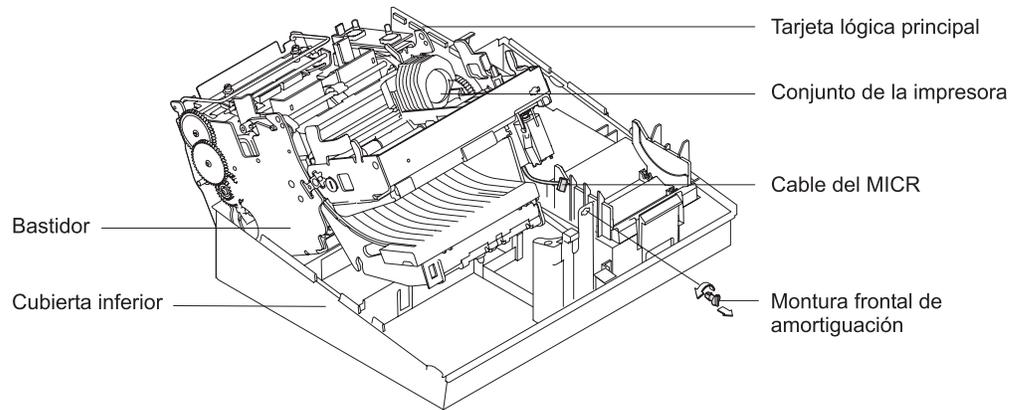
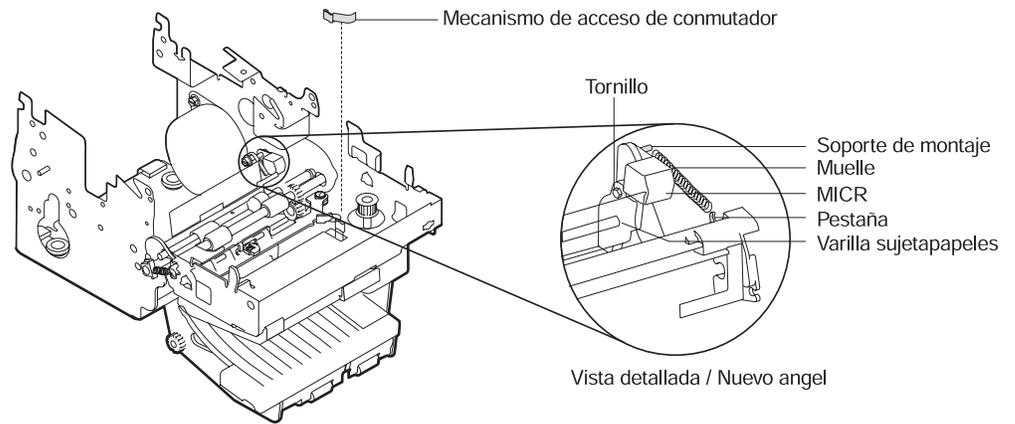

Figura 4-20. Extracción de la montura frontal de amortiguación
Figura 4-21. Extracción del MICR
- “Extracción y sustitución del rodillo de alimentación de inserción de documentos (ID) (modelos con ID)” en la página 4-37
3. Extraiga la montura frontal de amortiguación. Consulte la Figura 4-20 en la página 4-29.
7. Extraiga el soporte del taco de presión, la placa de desgaste y el muelle del sensor. Vaya al apartado “Extracción y sustitución del conjunto del sensor de inserción de documentos (ID) (modelos con ID)” en la página 4-24.
8. Quite el tornillo que fija el MICR al bastidor de la entrada inferior de formularios. Consulte la Figura 4-21 en la página 4-29.
10. Mueva el **MICR** deslizándolo hacia el lado derecho de la impresora hasta que salga del soporte de montaje y extráigalo. Tenga en cuenta el direccionamiento del cable. Consulte la Figura 4-21 en la página 4-29.
- 9. Extraiga el muelle del sensor de inserción de documentos. Vaya al apartado “Extracción y sustitución del conjunto del sensor de inserción de documentos (ID) (modelos con ID)” en la página 4-24.
- 10. Sólo en los modelos TN3 y TN4, quite el tornillo que fija el MICR al bastidor de la entrada inferior de formularios. Consulte la Figura 4-21 en la página 4-29.